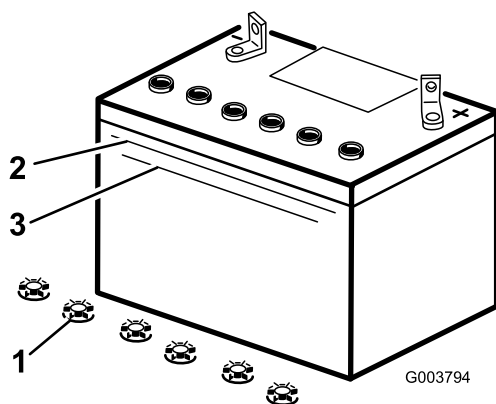

Figura 41
3. Mire hacia el lateral de la batería. El electrolito debe llegar a la línea superior (Figura 41). No permita que el electrolito esté por debajo de la línea inferior (Figura 41).
5. Retire los tapones de llenado de la batería (Figura 41).
6. Vierta lentamente agua destilada en cada célula de la batería hasta que el nivel de electrolito llegue a la línea superior (Figura 41) de la caja de la batería.
7. Espere de cinco a diez minutos después de llenar las células de la batería. Añada agua destilada, si es necesario, hasta que el nivel de electrolito llegue a la línea superior (Figura 41) de la caja de la batería.